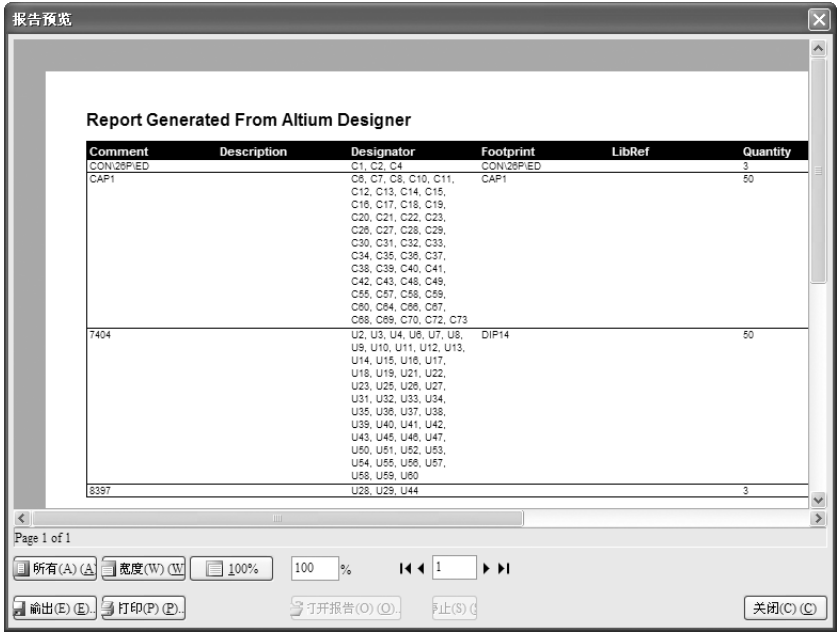

图 10-38 “报告预览”对话框
3) 单击“菜单”按钮，在弹出的“菜单”菜单中选择“报告”命令，系统将弹出如图 10-38 所示的“报告预览”对话框。